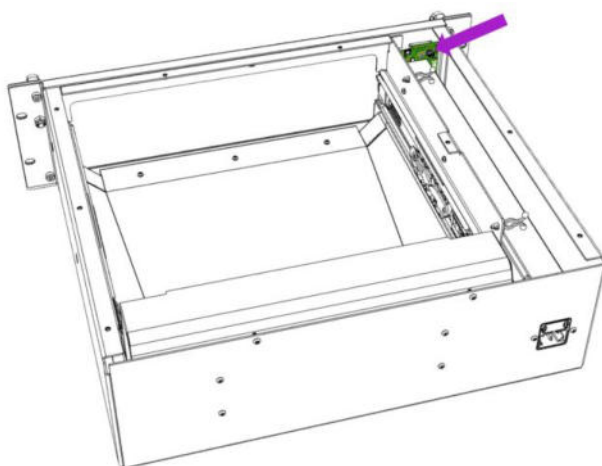

Fig. 7
3. El puerto micro-USB se encuentra en la placa de circuito electrónico detrás de la pantalla (Fig. 7).